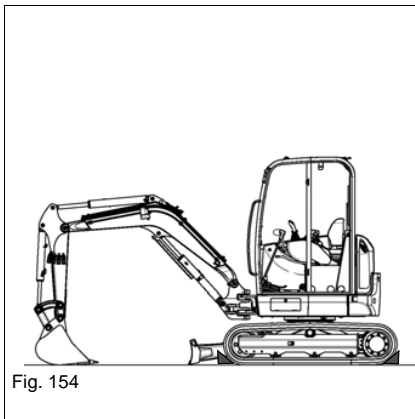

Fig. 154
10. Asegurar el vehículo con cuñas de calce (ver Fig. 154).